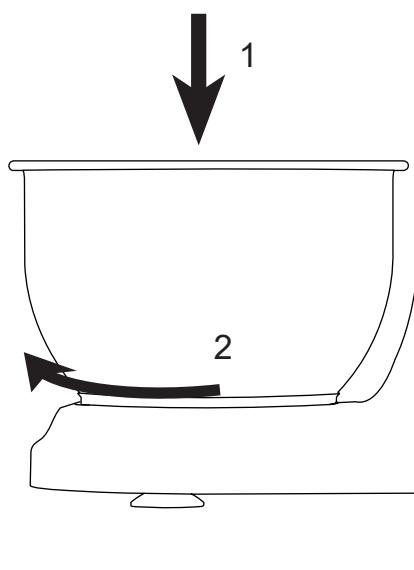

Fig.3
Fijar el accesorio batidor (G), mezclador (H) o amasador (I) según se deseé en el anclaje haciendo coincidir el agujero y girarlo en sentido horario hasta que quede bien acoplado (Fig. 3).